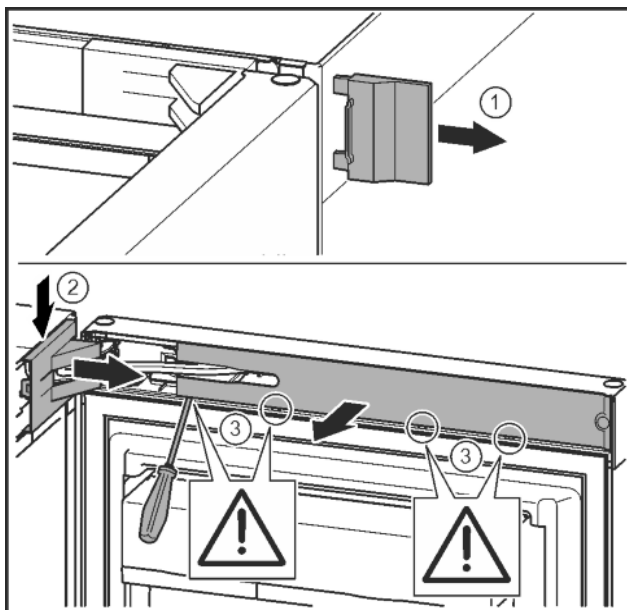

Fig. 12
- ▶ Свалете външния капак. Fig. 12 (1)
- ▶ Освободете и развийте капака на лагерната стойка. Свалете капака на лагерната стойка. Fig. 12 (2)
- ▶ Освободете капачката с плоска отвертка и я завъртете настрана. Fig. 12 (3)